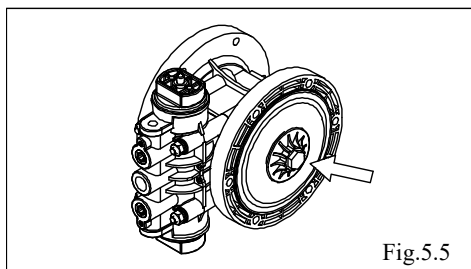

Fig.5.5
- 使用附属工具(专用工具, 零部件代码为771244), 拆下中盘。(Fig.5.5)
- 从单边已拆下中盘(外侧)处, 取下隔膜中盘(内侧), 然后从本体上取下另一侧的中盘、隔膜和中央连杆。(Fig.5.5)